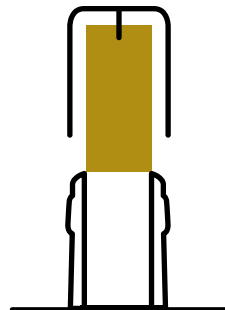

Figure 14
- La machine d'embouteillage doit bien fonctionner, en particulier lors de la compression du bouchon, mais aussi rapidement, surtout au moment de l'insertion du bouchon dans le goulot (Figure 14);